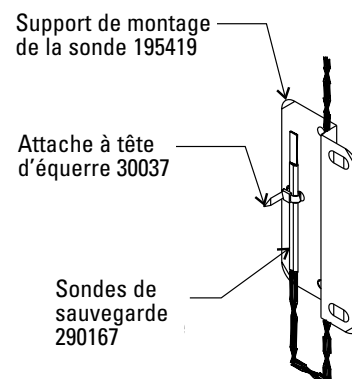

Figure 5-3. Fixation de la sonde
2. Comme indiqué dans la Figure 5-3, faire passer la petite attache de fixation dans les ouvertures situées à l'avant du support. Fixer la sonde à l'arrière du support à l'aide de l'attache de fixation.